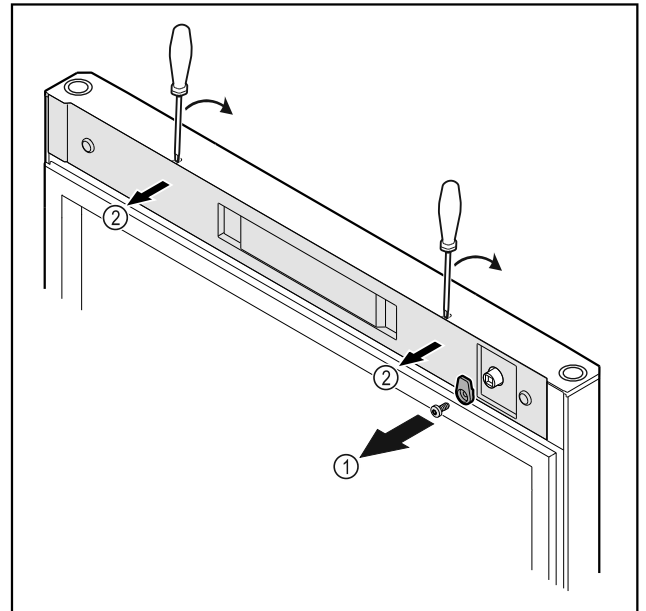

Fig. 20
- Lironi vidat e grepit të mbylljes Fig. 20 (1).
- Nxirrni nga foleja kapakun mbulues Fig. 20 (2) me një kaçavidë të vogël dhe hiqeni.